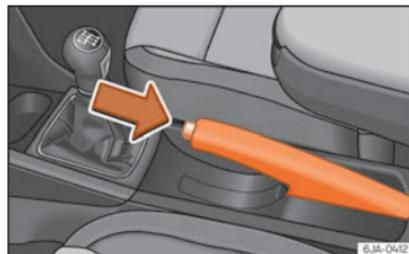

Fig. 214 Consola central: freno de mano.
- Tire ligeramente de la palanca hacia arriba y **al mismo tiempo** presione el botón de desbloqueo » **fig. 214.**